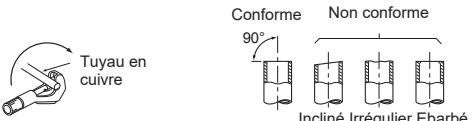

Fig. 1
- 1) Retirez le couvercle du boîtier électrique (1).
- 3) Fixez le tube de canalisation sur la plaque de conduit à l'aide du contre-écrou. Le câble de connexion (D) de l'unité interne/externe qui apparaît à l'intérieur du tube de canalisation doit être inférieur à 7/8 in. (23 mm). (Fig. 1)
- 1) Coupez correctement le tuyau en cuivre avec un coupe-tuyaux. (Fig. 1, 2)